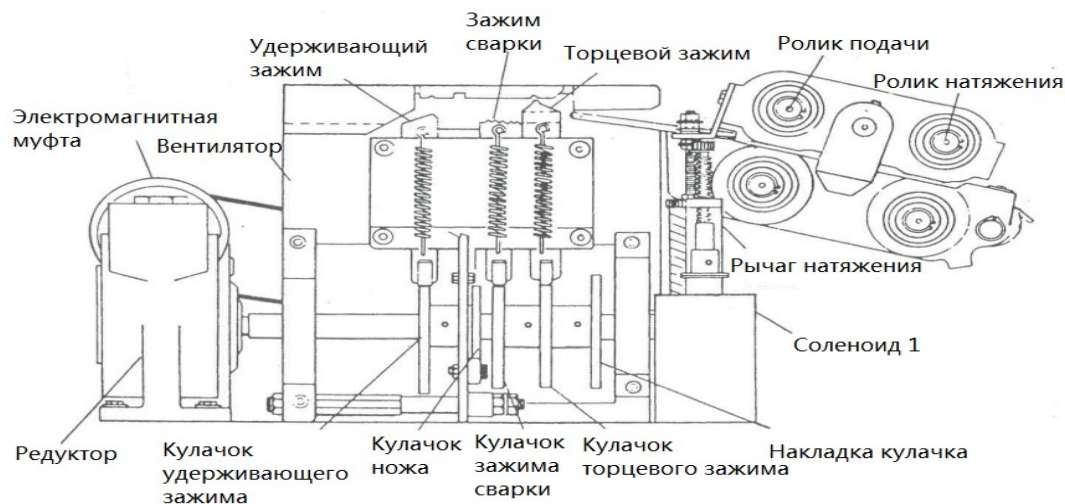

Рисунок 4
протягивают ее через головку, таким образом натягивая ленту вокруг упаковки. При достижении необходимой степени натяжения активируется датчик натяжения и немедленно выключает КВ2. На рис. 4 указана детализовка датчика натяжения (раздел Детализовка машины. Список запчастей).
4. Удерживающий зажим поднимается, горячий нож движется внутрь. Мгновенное замыкание КВ2 подает питание на плату управления и электромагнитную муфту и вращает вал кулачка. При вращении вала кулачка удерживающий зажим поднимается для захвата другого конца ленты под упорной плитой. Рычаг натяжения опускается для ослабления натяжения и зажим сварки начинает подниматься (см. список запчастей, рисунок 4 расположение КВ2).